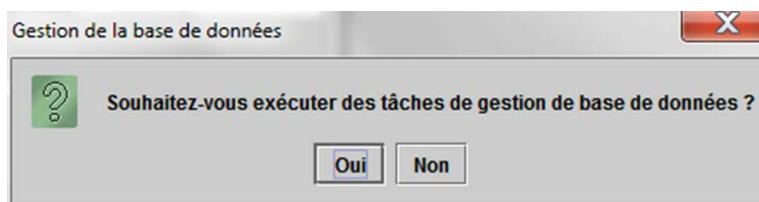
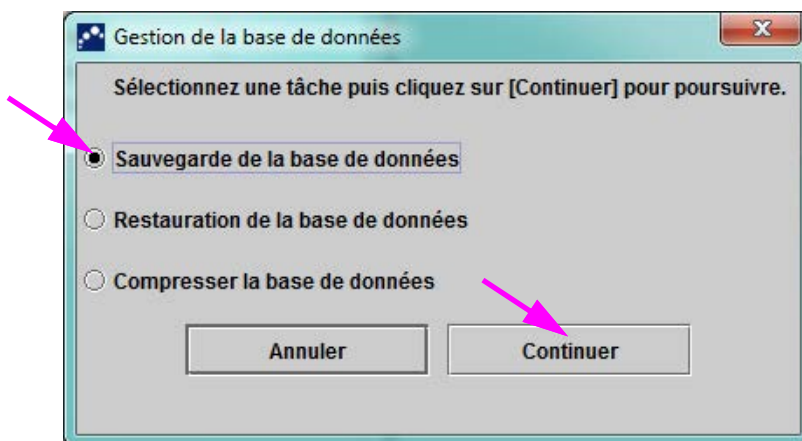

Figure 5-72. Boîte de dialogue Gestion de la base de données
Figure 5-73. Fenêtre Gestion de la base de données
L'administrateur du GeneXpert Dx system précise si l'utilisateur a les permissions nécessaires pour les tâches de gestion des données. Consultez la Section 2.13, Définition des utilisateurs et des autorisations. Consultez l'administrateur du GeneXpert Dx system pour ajuster les permissions afin de répondre à vos besoins. Si les **Rappels de gestion de la base de données** sont activés, l'utilisateur est invité au démarrage à préciser s'il est nécessaire ou non d'effectuer une gestion de la base de données. L'invite s'affiche seulement si l'utilisateur dispose des privilèges nécessaires pour exécuter ces tâches. Si l'utilisateur ne dispose d'aucun de ces privilèges ou si les **Rappels de gestion de la base de données** sont désactivés, l'invite n'est pas affichée. Voir Figure 5-72.
8. **Si aucune tâche de gestion de la base de données n'est requise**, cliquez sur **Non** dans la boîte de dialogue Gestion de la base de données (voir la Figure 5-72) et passer à la Section 5.2.3.2, Rappel d'archivage en retard.
Si vous souhaitez effectuer des tâches de gestion de la base de données, cliquez sur **Oui** dans la boîte de dialogue Gestion de la base de données (cf. Figure 5-72). La boîte de dialogue Gestion de la base de données s'affiche. Voir Figure 5-73.
1. Sélectionnez **Sauvegarde de la base de données** dans la fenêtre Gestion de la base de données (cf. Figure 5-73).